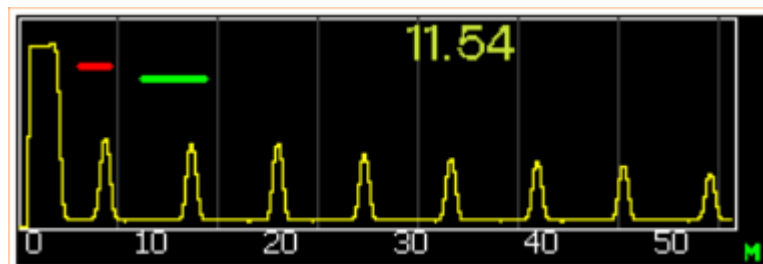

Рисунок 3.1 – Внешний вид режима А-скан
3.2.1 Режим А-скан (Рисунок 3.1) применяют для контроля изделий сложной формы, изделий, изготовленных при помощи литья, а также подверженных сильной коррозии.